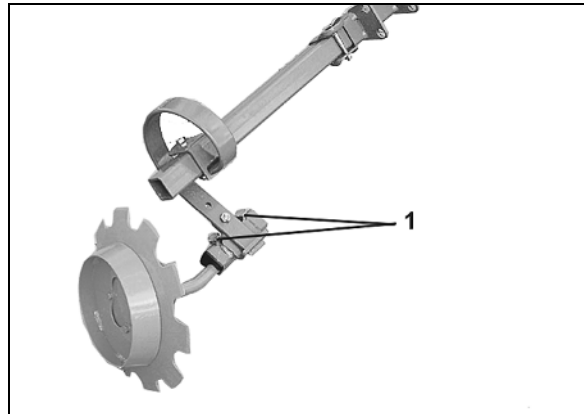

Fig. 93
1. Beide Schrauben (Fig. 93/1) lösen